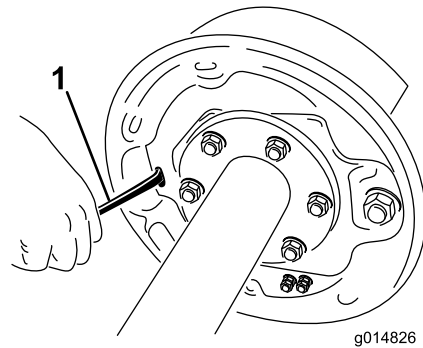

図 62
- 通常のねじ回しを使って、アジャスタアセンブリのスターホイールを回してブレーキシューを外側に開く(図 62)。